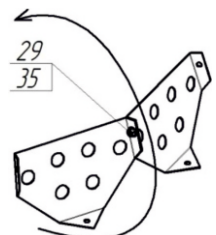

Рис. 16
3.2. Преодолевав усилие пружины (16), оттянуть фиксатор (8) вниз и повернуть ёмкость на удобный угол. Прикрепить лопасти (17) к ёмкости нижней (2) и ёмкости верхней (12), с помощью болтов (21), шайб (14) и гаек (29), при этом, шайбы установить с наружной стороны ёмкостей.
Возможна комплектация бетоносмесителя сборными лопастями (рис. 16). В этом случае необходимо две полу-лопасти скрепить между собой болтом (35) и гайкой (29). После установить в бетоносмеситель по направлению вращения ёмкости (указано на рис. 16 стрелкой) с помощью болтов (21), шайб (14) и гаек (29).